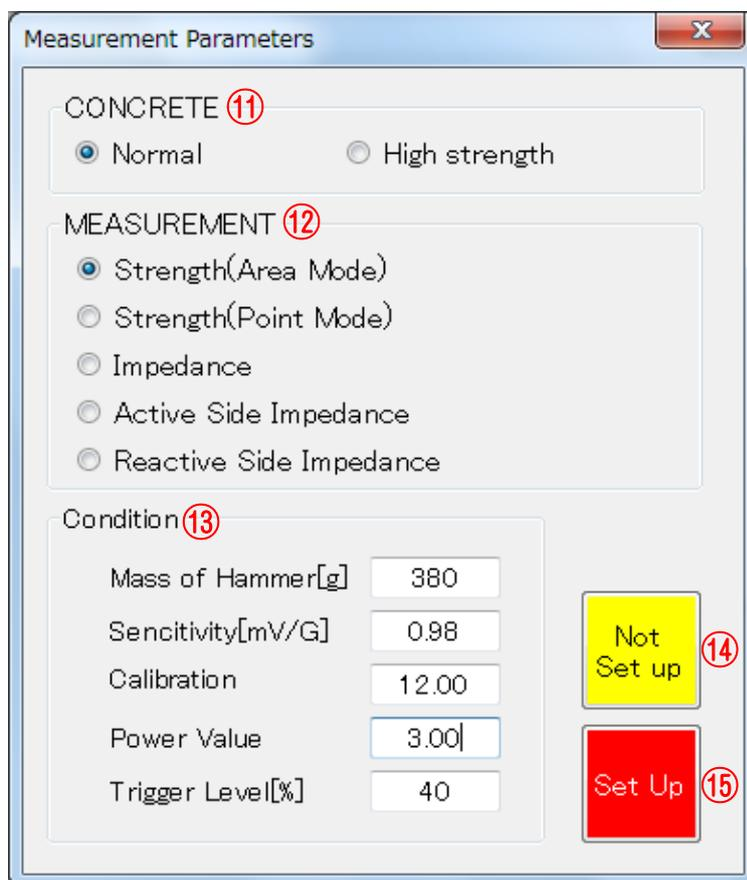

図 4-7 ダイアログウィンドウ
- CTS-02V4-PC 初期画面で【Parameters Set】**⑥**ボタンを押します。
- 測定パラメータを入力するダイアログウィンドウ(図 4-7)が表示されます。